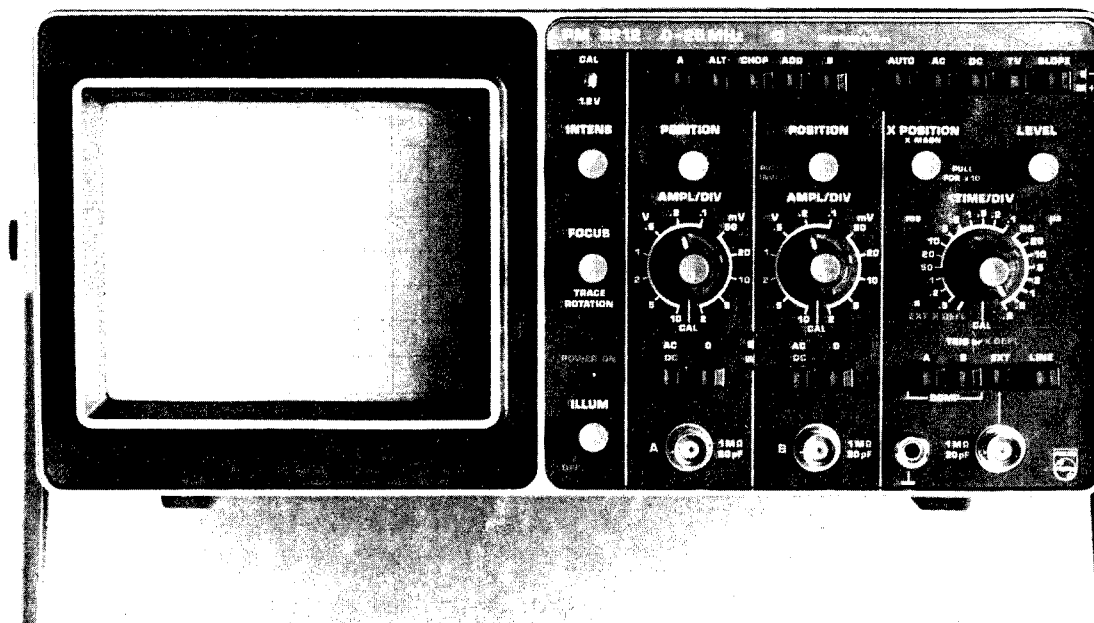

Fig. 2.2. Vorderansicht des Oszillografen mit Bedienungsorganen und Buchsen.
2.2. BEDIENUNGSELEMENTE UND BUCHSEN Siehe Abb. 2.2.
Siehe Abb. 2.2. bezüglich der Lage der Bedienungselemente. Bringe die Einsteller INTENS und FOCUS in Mittelstellung. Taste AUTO drücken und mit Schalter TIME/DIV einen durchschnittlichen Zeitkoeffizienten zwischen 10 μ s/div und 10 ms/div wählen. Mit allen übrigen Drucktasten in Normalstand (nicht gedrückt) lassen sich die Schreibstrahlspuren von Kanal A und Kanal B mit dem entsprechenden Einsteller POSITION auf dem Bildschirm darstellen.